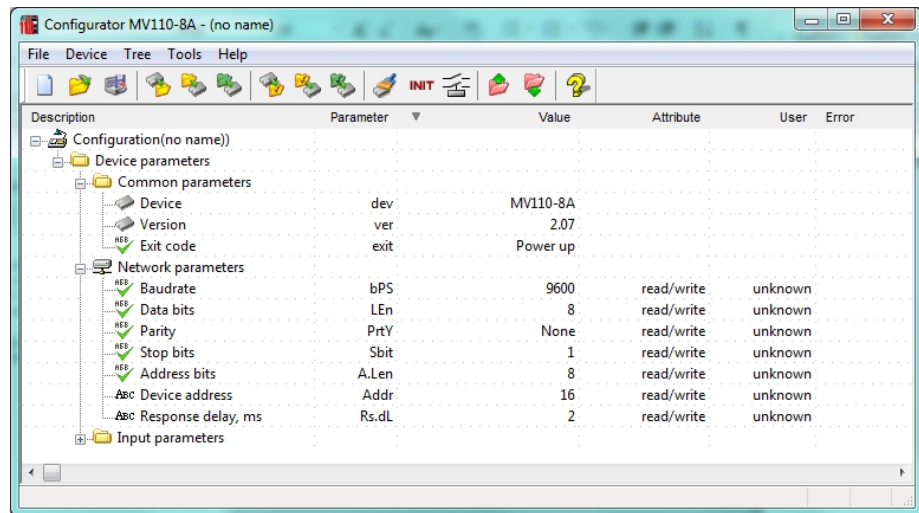

Abb. 8.2 Hauptfenster des M110 Configurator
- Das Hauptfenster des Konfigurators ist geöffnet. Jetzt können die gespeicherten Parameter des Moduls abgelesen werden (Siehe Abb. 8.2).